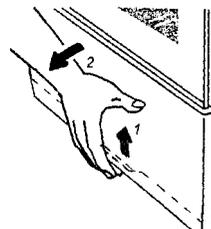

Рис. 8
7.3.1 Чтобы открыть дверку её нужно приподнять вверх, удерживая за специально выполненную выдавку снизу и наклонить на себя (рис. 8).